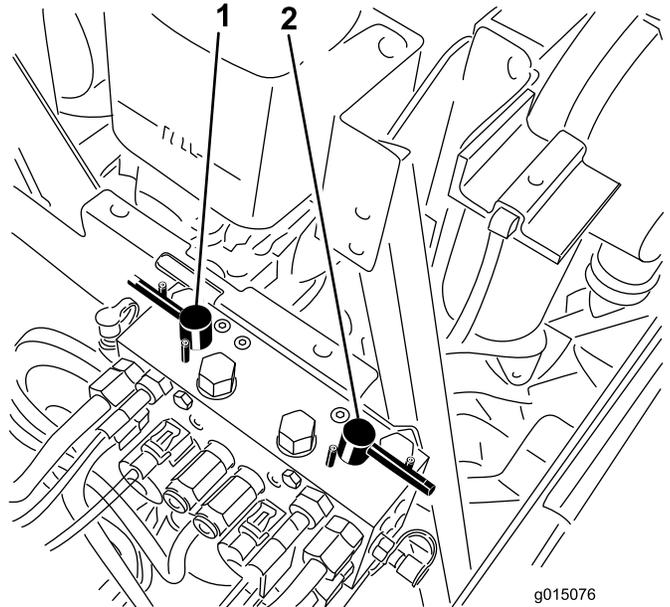

Figura 83
4. Seleccione la palanca de autoafilado correspondiente a los molinetes que desea autoafilar: delanteros, traseros o ambos (Figura 83).